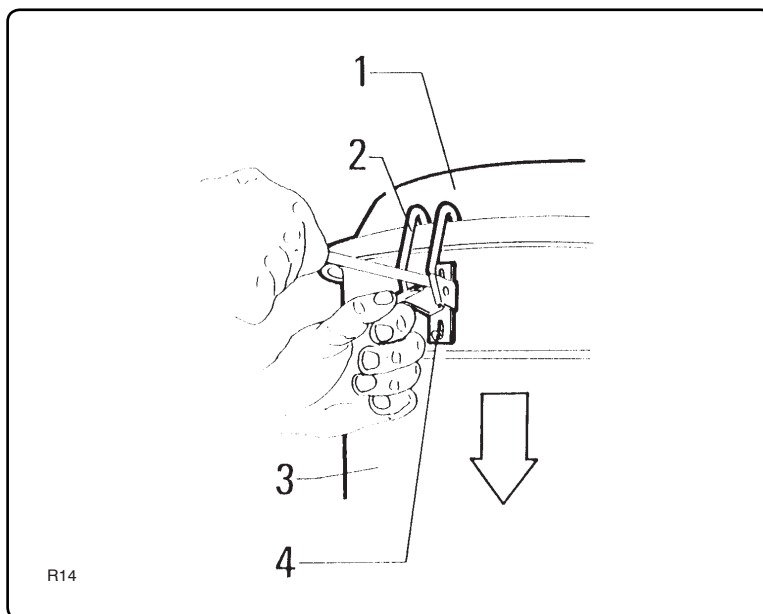

Fig. 7.5.2
7.5.2 - Verifica tenuta del coperchio (fig. 7.5.2)
7.5.2 - Checking the cover seal (fig. 7.5.2)
7.5.2 - Vérification de l'étanchéité du couvercle (fig. 7.5.2)
7.5.2 - Prüfen des Deckels auf dichten Sitz (Abb. 7.5.2)